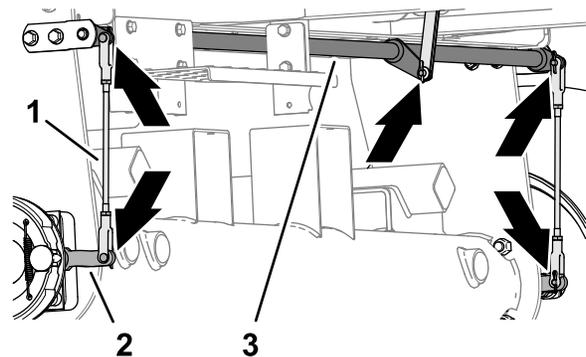

図 68
1. 左右のブレーキロッドアセンブリ 図 68 に破損や摩耗がないか点検する。
2. ブレーキのピボットシャフト 図 68 に摩耗や破損がないか点検する。